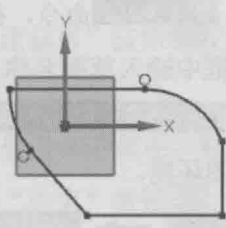

图 1.1.2 草图轮廓
Step2. 选择下拉菜单 **插入(I)** → **在任务环境中绘制草图(O)...** 命令,选择 XY 平面为草图平面,单击 **确定** 按钮,系统进入草图环境。选择下拉菜单 **插入(I)** → **曲线(C)...** → **轮廓(O)...** 命令,绘制图 1.1.2 所示的草图轮廓。